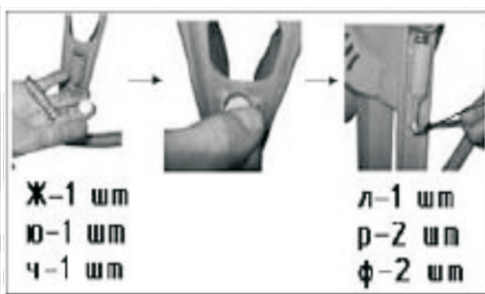

Рис. 12.
6.12. Специальную шайбу (ч) поместите под пружину (ю) на поворотном колесе (Ж). Установите поворотное колесо (Ж) с пружиной на хвостовик скобы (Г) и закрепите болтом (л) с шайбами (ф) и гайками (р). Отрегулируйте натяг пружины, для четкой фиксации поворотного колеса (Ж) в прорезях диска фиксатора (И) закрутив до нужного уровня болт, показанный стрелкой на Рис.12.